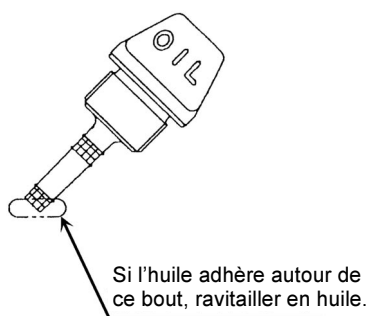
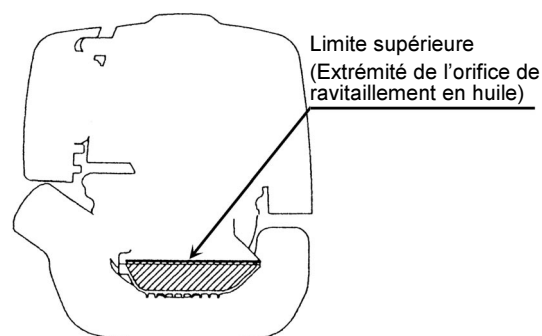

Fig.1
Fig.2
- Maintenir le moteur en position et en lever, la jauge d'huile afin de vérifier que le niveau est situé entre les repères inférieur et supérieur. Lorsque l'huile devient insuffisante en telle manière que la jauge la touche seulement par son extrémité, en particulier lorsque la jauge reste insérée dans le carter sans vissage (Fig. 1), ravitailler en huile nouvelle (Fig.2).